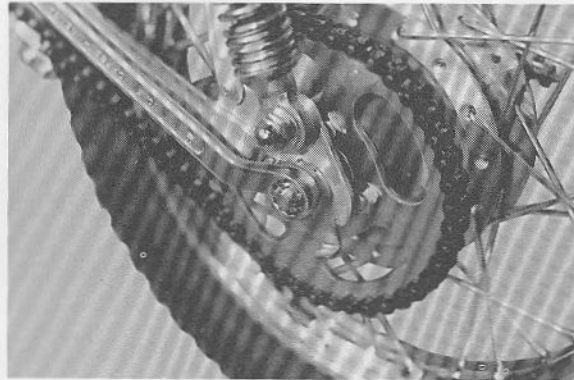

Fig. 2-6-10
b. Loosen rear axle securing nut. (Fig. 2-6-10)
b. Desserrer l'écrou de blocage du moyeu arrière. (Fig. 2-6-10)